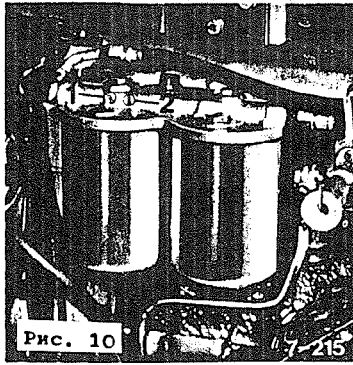

Рис. 10
1. Отвернуть на 2-3 оборота пробку 1 /рис. 10/.
3. Пробку 1 /рис. 10/ завернуть.